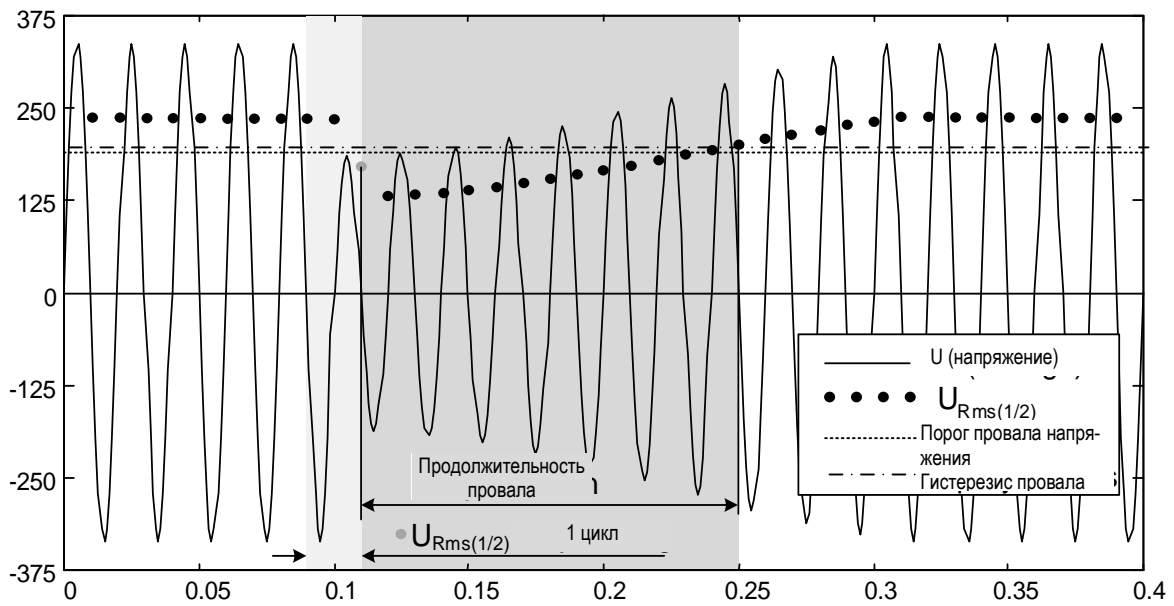

Рисунок 5.9 Измерение  $U_{Rms(1/2)}$  за 1 период
- В однофазных системах (тип подключения 1W) провал напряжения начинается, когда напряжение  $U_{Rms(1/2)}$  падает ниже порога провала, и заканчивается, когда напряжение  $U_{Rms(1/2)}$  достигает порогового значения провала (с добавкой напряжения гистерезиса) или превышает его (см. Рисунок 5.10 и Рисунок 5.9),.
- В однофазных системах (тип подключения 1W) перенапряжение начинается, когда напряжение  $U_{Rms(1/2)}$  превышает порог перенапряжения, и заканчивается, когда напряжение  $U_{Rms(1/2)}$  достигает порогового значения перенапряжения (с добавкой напряжения гистерезиса) или становится ниже этого порога (см. Рисунок 5.10 и Рисунок 5.9),
- В однофазных системах (1W) прерывания напряжения начинается, когда напряжение  $U_{Rms(1/2)}$  падает ниже порога прерывания напряжения, и заканчивается, когда напряжение  $U_{Rms(1/2)}$  достигает порогового значения прерывания напряжения (с добавкой напряжения гистерезиса) или превышает этот порог (см. Рисунок 5.10 и Рисунок 5.9),